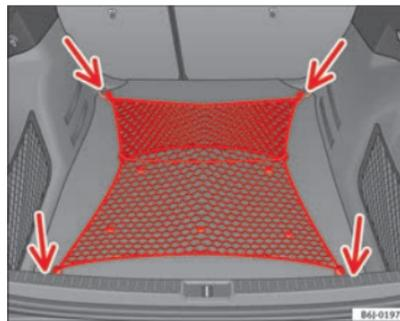

Fig. 94 Red para equipaje extendida
- Fije la red para equipaje a las cuatro argollas -flechas- ⇒ fig. 94.